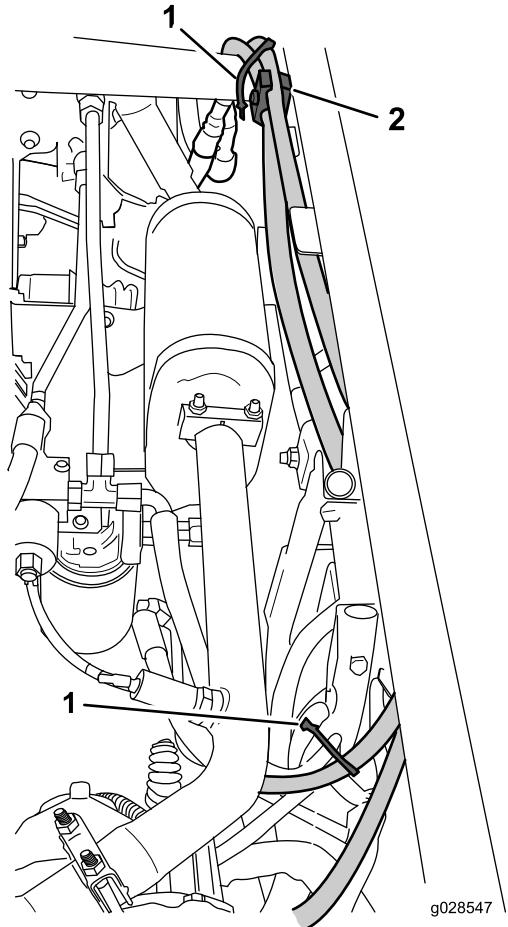

Figura 10
| 2. Instale um conector rápido macho na extremidade fêmea da mangueira hidráulica a partir da válvula da rampa de elevação (Figura 10).
4. Fixe as mangueiras com 2 braçadeiras, um grampo de tubo e um parafuso em grampo nos locais indicados em Figura 10. | |